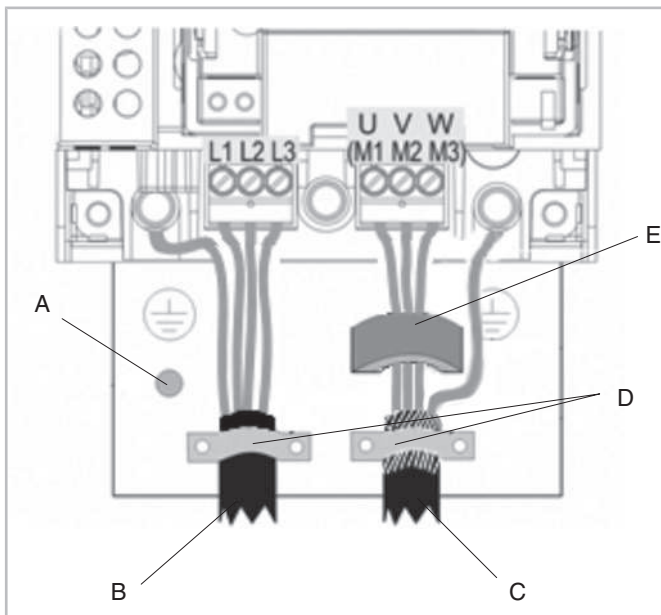

Abb. 11: Leistungsanschlüsse (Kabel zur Spannungsversorgung und Motorkabel) mit Halterung
Die Halterungen für die Leistungs- und Steuerkabel werden standardmäßig als Beipack mitgeliefert und müssen zusammen mit dem Ferritkern bzw. den Ferritkernen (siehe Abbildung 11, Seite 59) bis VARIPACK Gehäusegröße FJU+145 montiert werden um die EMV-Kategorie C2 gemäß EN61800-3 zu erreichen.
Grafische Erklärungen siehe Abbildung 11, Seite 59.
- Kabel zur Spannungsversorgung und Motorkabel durch die vorgesehenen Kabeleingänge unter den Kabelschellen in den VARIPACK Frequenzumrichter führen (siehe Abbildung 11, Seite 59) und Leistungsklemmen anschließen. Anzugsmomente der Klemmen beachten (siehe Tabelle 3, Seite 57).